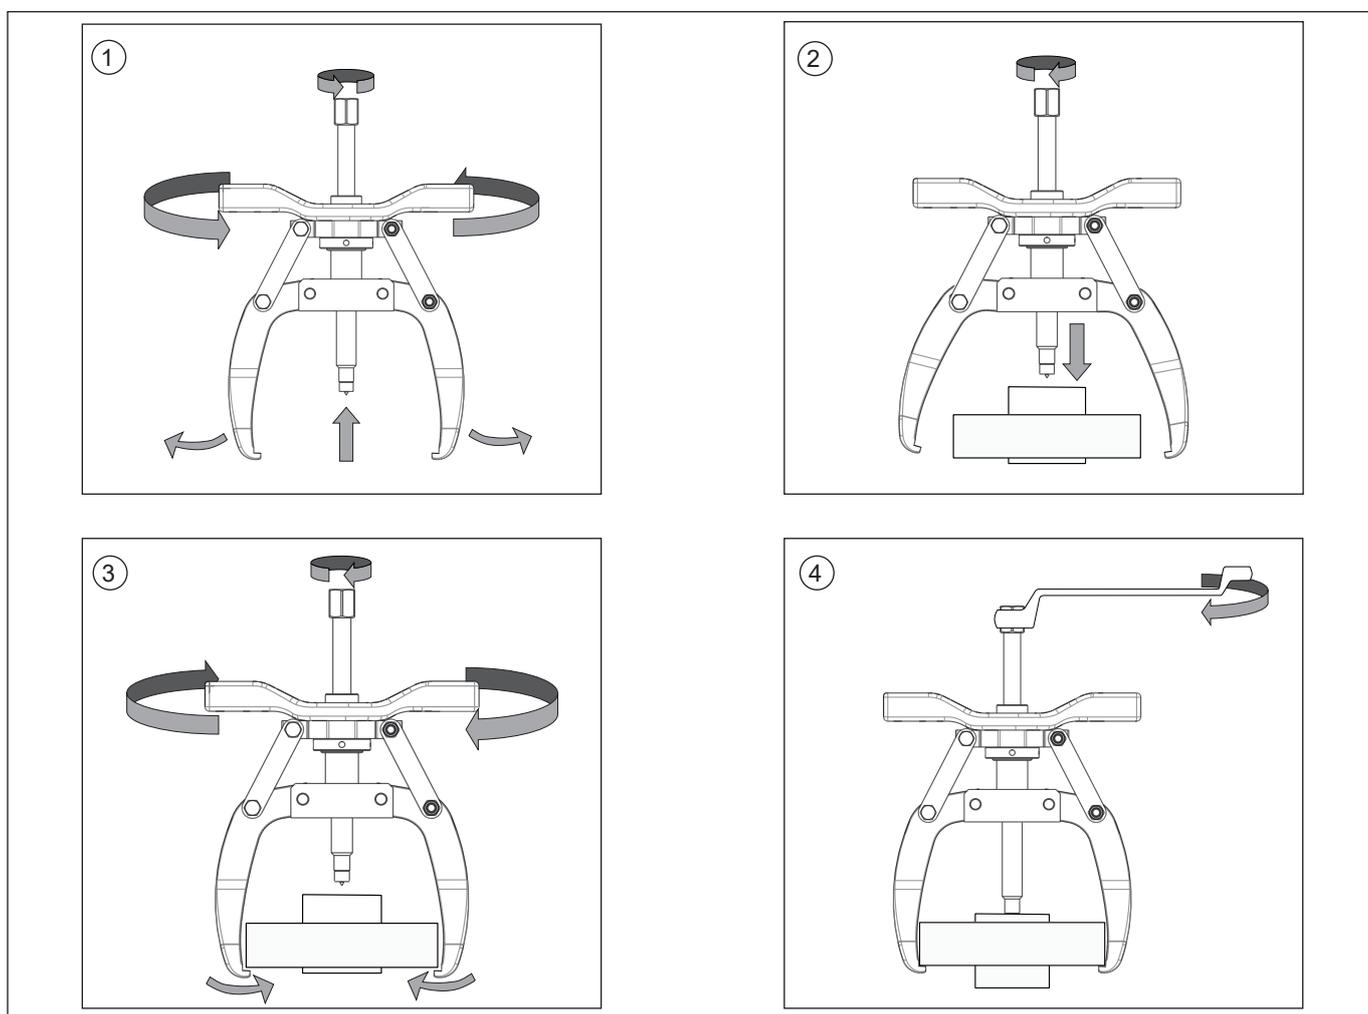

Figure 3, Installation de l'extracteur
1. Faites tourner l'axe fileté de façon à le régler en hauteur, vers le bas ou vers le haut. Faites tourner la poignée pour augmenter ou réduire l'ouverture des mâchoires. Ouvrez les mâchoires et rétractez suffisamment l'axe fileté pour y mettre la pièce de travail. Reportez-vous à la Figure 3, illustrations 1 à 4, pour les étapes suivantes.